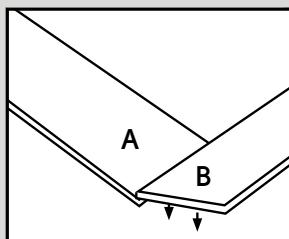

Figure. 4a
- Prenez une lame « A » et une lame « B » et posez-les comme illustré ci-dessous. Inclinez le bord d'attaque de la lame B, emboîtez le joint et posez à plat (Figure 4a et 4b).